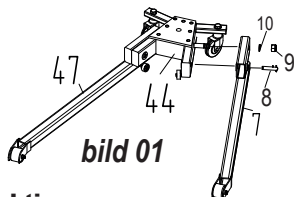

bild 01
- Se bild 01 : Fäst vänster ben nr 7 på basen nr 44 genom att föra in den fasta tappen. Sätt brickan nr 10 och skruven i muttern nr 9. Sätt in stiftet nr 8 till nr 7 och nr 44 tills ett "klick" hörs. Samma metod för höger ben nr 47.